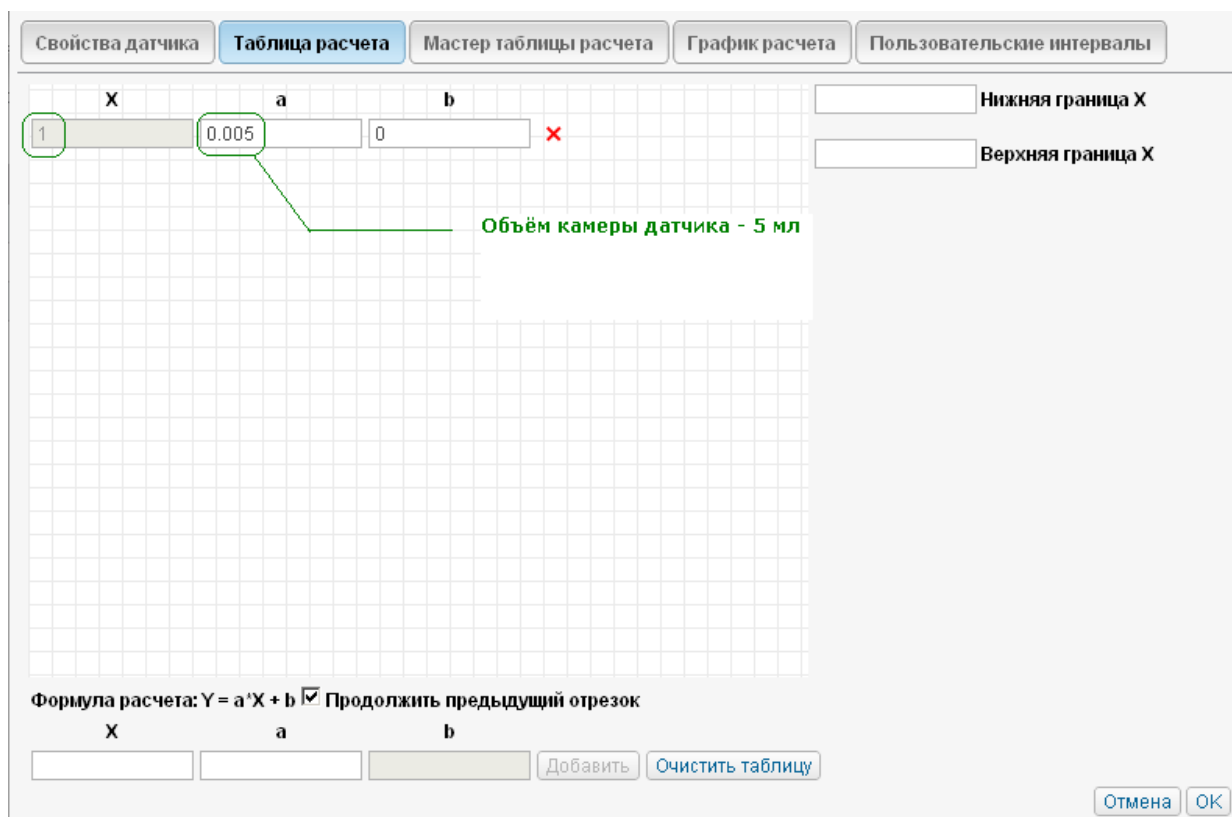

Рисунок 6
3.2.2. В таблицу расчета ввести объём камеры датчика. Который определяется по формуле  $1/K$  где  $K$  – параметр указанный в паспорте расходомера. Например: для DFM 100D,  $K=200$  импульсов/литр, отсюда объём камеры будет равен  $1/200=0,005\text{л}=5\text{мл}$  (Рис. 6):